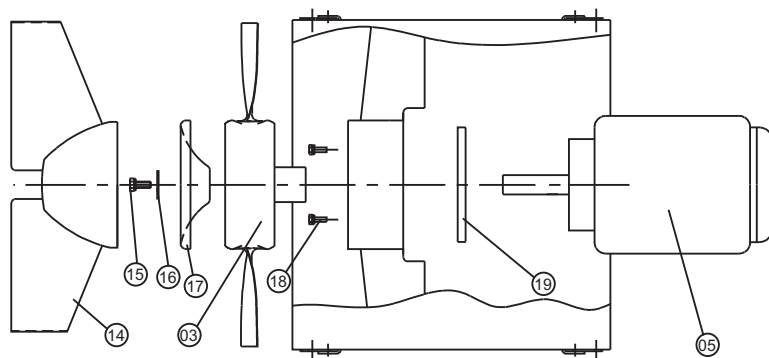

Abb. 3. Demontage und Montage des Motors
- 4 **AUC:** Die Nabenkappe abnehmen, Abb. 3, Pos. 17.
- 5 Die Mittelschraube des Laufrades Abb. 3, Pos. 15 abschrauben.
- 6 Die Mittelscheibe Abb. 3, Pos. 16 und für AUC den Nabendeckel Pos.17 demontieren.
- 8 4 Stück Satzschrauben Abb. 3, Pos. 18 losmachen.
- 9 Motor Abb. 3, Pos. 05 und Motorflansch Pos. 19 demontieren. Vor der Demontage die Position des Motors beachten.
- 1 Nach Fertigstellung der Wartungsarbeiten den Motor Abb. 3, Pos. 05 wieder einbauen. Darauf achten, daß der Motorflansch Pos. 19 korrekt angebracht ist und die Motorwelle im Ventilatorgehäuse
konzentrisch angeordnet ist, bevor die Satzschrauben Abb. 3, Pos. 18 angezogen werden.
- 3 Die Mittelschraube Abb. 3, Pos. 15, die Mittelscheibe Pos. 16 und für AUC den Nabendeckel Pos. 17 wieder anbringen.
- 4 Typ ARC: Den Leitapparat Abb. 3, Pos. 14 montieren.